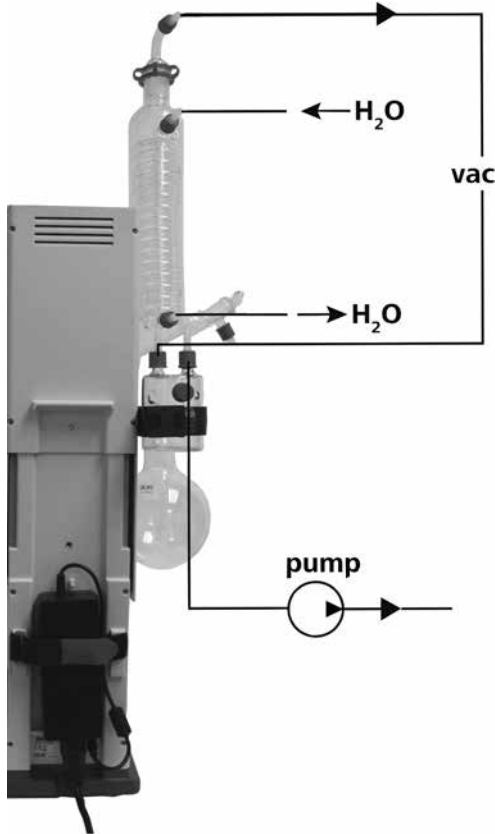

Fig. 20
- 按照逆流原理将水管 ( $H_2O$ ) 连接于冷凝管。(Fig. 20)